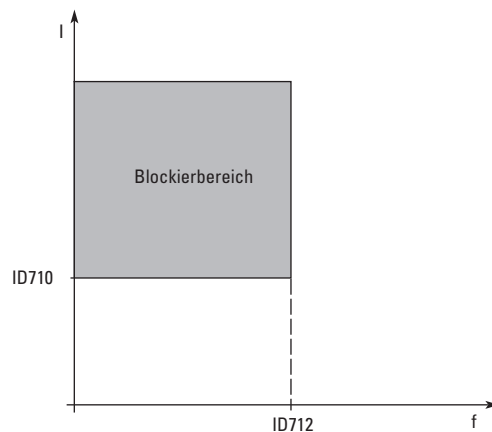

Abbildung 57: Einstellung der Blockiercharakteristiken
Der Strom kann auf 0,1 – InMotor x 2 eingestellt werden. Damit eine Blockierphase eintreten kann, muss der Strom diesen Grenzwert überschreiten. Siehe Abbildung 57. Die Software begrenzt die Eingabe eines Werts größer als InMotor x 2. Wird der Nennstrom des Motors, ID113, verändert, wird dieser Parameter automatisch auf seinen Standardwert (IL) zurückgesetzt. Siehe Seite 200.